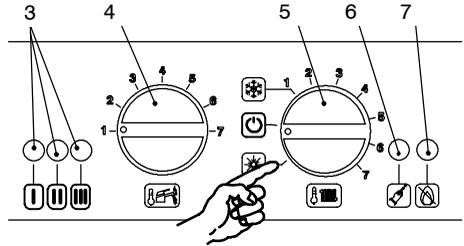

fig. 9.18
- 6 Per uscire dalla funzione SPAZZACAMINO della caldaia posizionare il selettore 5 del pannello comandi come indicato in fig. 9.18